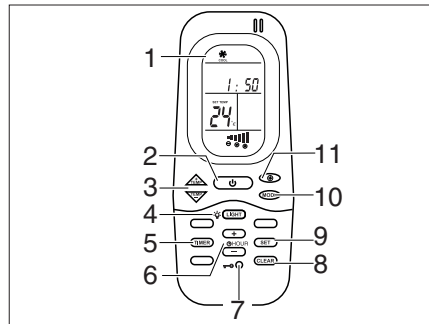
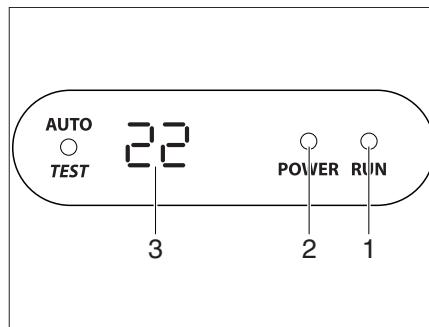

Fig. 306 Télécommande
Fig. 307 Écran du diffuseur
La climatisation est montée sur le toit du véhicule. La télécommande (Fig. 306) pour la climatisation se trouve dans le coin cuisine.
La climatisation est prête à fonctionner. La LED (Fig. 307,2) de l'écran du diffuseur brille en rouge.
- Pour la mise en service, appuyer sur l'interrupteur Marche/Arrêt (Fig. 306,2) de la télécommande. La DEL (Fig. 307,1) brille en vert si la climatisation fonctionne en mode refroidissement. La DEL (Fig. 307,1) brille en rouge si la climatisation fonctionne en mode chauffage.
- Régler le mode de fonctionnement désiré avec la touche MODE (Fig. 306,10).
- Si nécessaire, régler l'étage de ventilateur désiré avec la touche (Fig. 306,11) et la température ambiante avec les touches (Fig. 306,3).
- Pour la mise hors service, appuyer sur l'interrupteur Marche/Arrêt (Fig. 306,2) de la télécommande.
- Pour la programmation, enclencher la climatisation avec l'interrupteur Marche/Arrêt (Fig. 306,2) de la télécommande.
- Appuyer sur la touche TIMER (Fig. 306,5). L'indicateur ON de l'heure de démarrage est activé.
- Régler l'heure à l'aide des touches TEMP (+/-) (Fig. 306,3).
- Rappuyer sur la touche TIMER (Fig. 306,5). L'indicateur OFF de l'heure de démarrage est activé.
- Rappuyer sur la touche TIMER (Fig. 306,5).
- Une fois le réglage terminé, appuyer sur la touche SET (Fig. 306,9).
- En vue d'effacer la programmation de la minuterie, appuyer sur la touche CLEAR (Fig. 306,8).